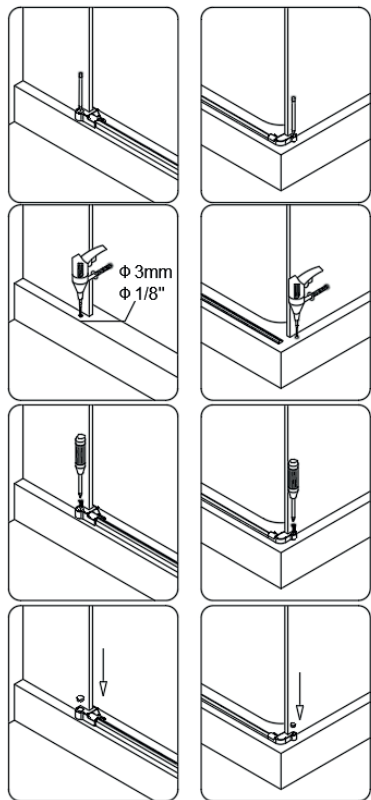
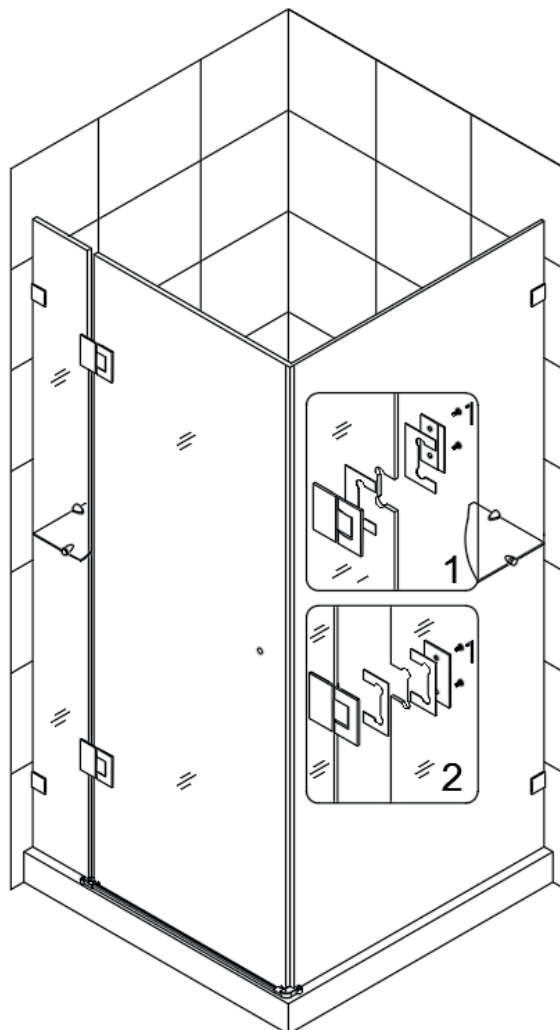

Рис. 5
Рис. 8
3. Прикрепите **Алюминиевую Водозащитную ленту (16)** на поддон между двумя стационарными стеклами. Закрепите на обоих концах **Держатели алюминиевой ленты (14), (15)**. См. Рис. 5 и 6 для подробностей
4. Отмерьте отверстия, которые должны быть просверлены для **Стеклой полки (13)** в соответствии с рис 7. Просверлите их и вставьте Дюбель, и прикрепите зажим стеклянной полки, используя **ST4.2 Винт потайной (22)**, чтобы зафиксировать **зажим стеклянной полки (без гайки) (11)**.
5. Прикрепите петли на **Стационарное стекло (01)**. Выньте **Стеклойную дверь (03)** и присоедините к ней петли. См. рис. 8 для подробной информации.